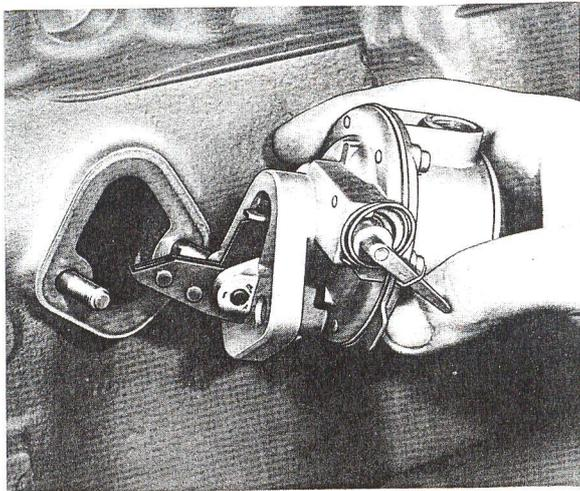

Fig. L13 — Dépose de la pompe d'alimentation.
5. Déposer la pompe d'alimentation (fig. L13).